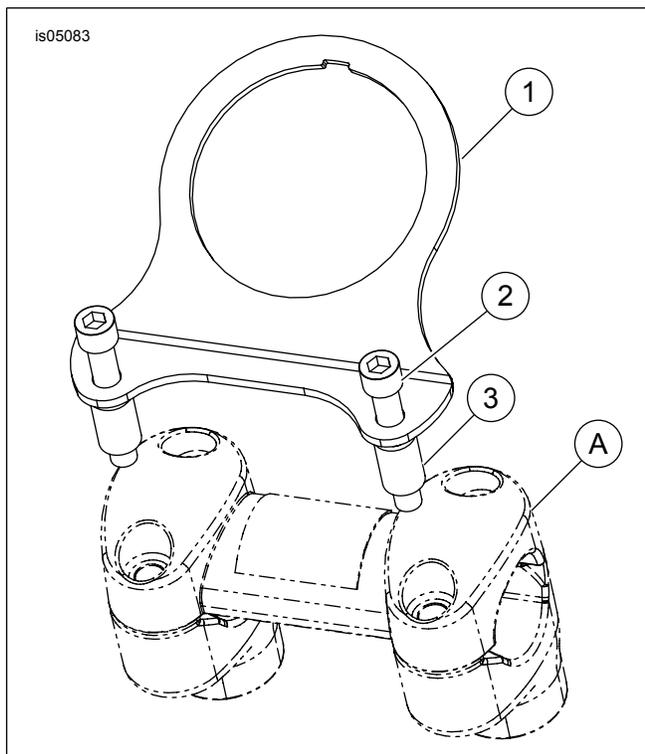

Figura 1. Parti di ricambio: Kit scatola mini contagiri
Vedere Figura 1 e Tabella 2.
1. Vedere Figura 1. Rimuovere le due viti del morsetto del manubrio.